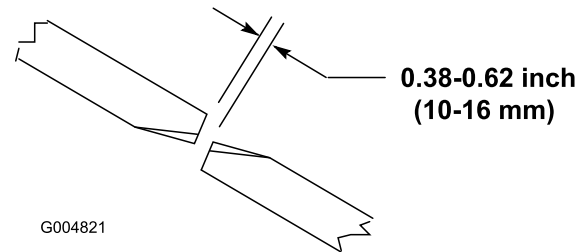

Bild 26
Für den ordnungsgemäßen Betrieb des Mähwerks muss ein 10 bis 16 mm Abstand zwischen den Messerspitzen bestehen (Bild 26).
2. Drehen Sie ein mittleres und ein daneben befindliches seitliches Messer, sodass die Messerspitzen ausgerichtet sind. Messen Sie den Abstand zwischen den Messerspitzen, der Abstand sollte ungefähr 10 bis 16 mm betragen (Bild 26).